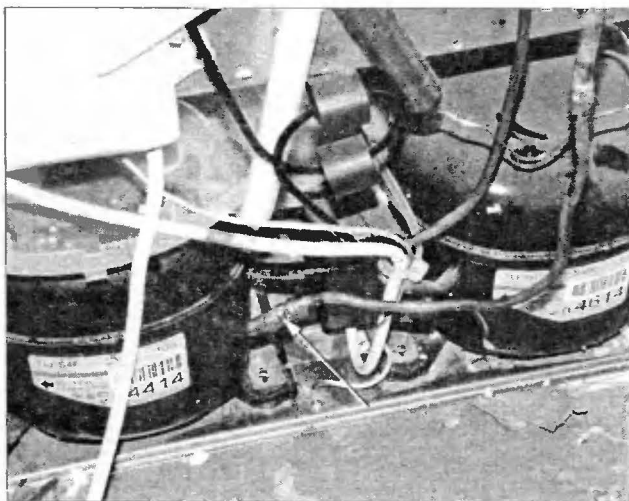
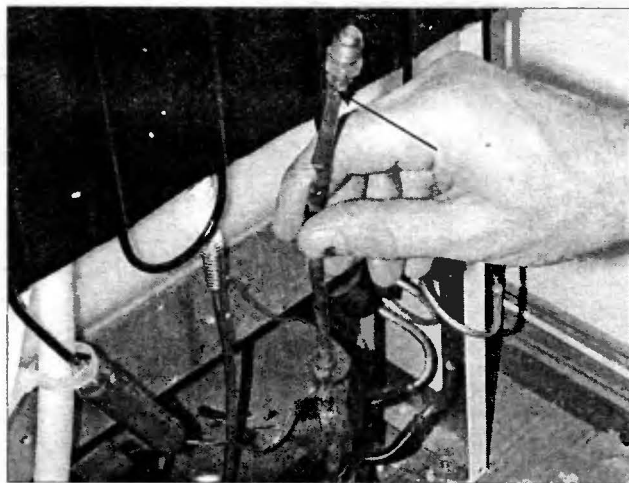

Рис. 2.1.4
Рис. 2.1.5
- в операционный патрубок компрессора (показан стрелкой на рис. 2.1.4) с помощью газовой горелки впаивают клапан Шредера на удлинительной трубке (внешний вид такого клапана показан стрелкой на рис. 2.1.5);